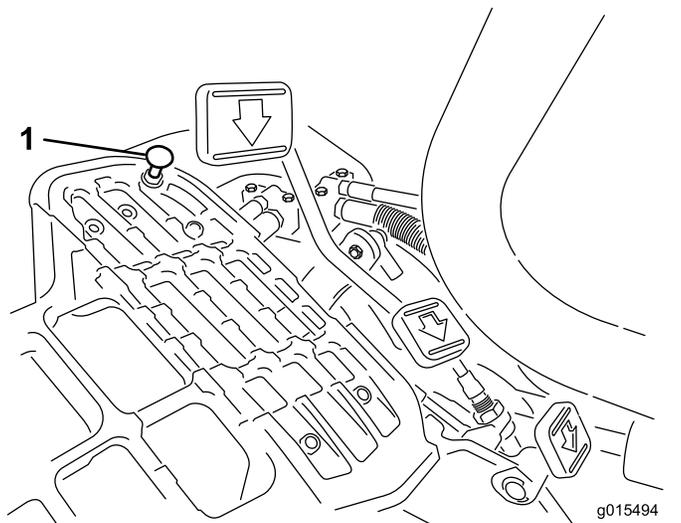

Рисунок 42
Для получения максимальной транспортной скорости переведите рычаг управления трансмиссией в положение ТРАНСПОРТИРОВКИ и нажмите на педаль управления тягой. Если педаль касается упора (Рисунок 42) до того, как на тросике начинает ощущаться натяжение, выполните следующую регулировку:
1. Переведите рычаг управления трансмиссией в положение ТРАНСПОРТИРОВКИ и ослабьте контргайку, которая крепит упор педали к полу (Рисунок 42).